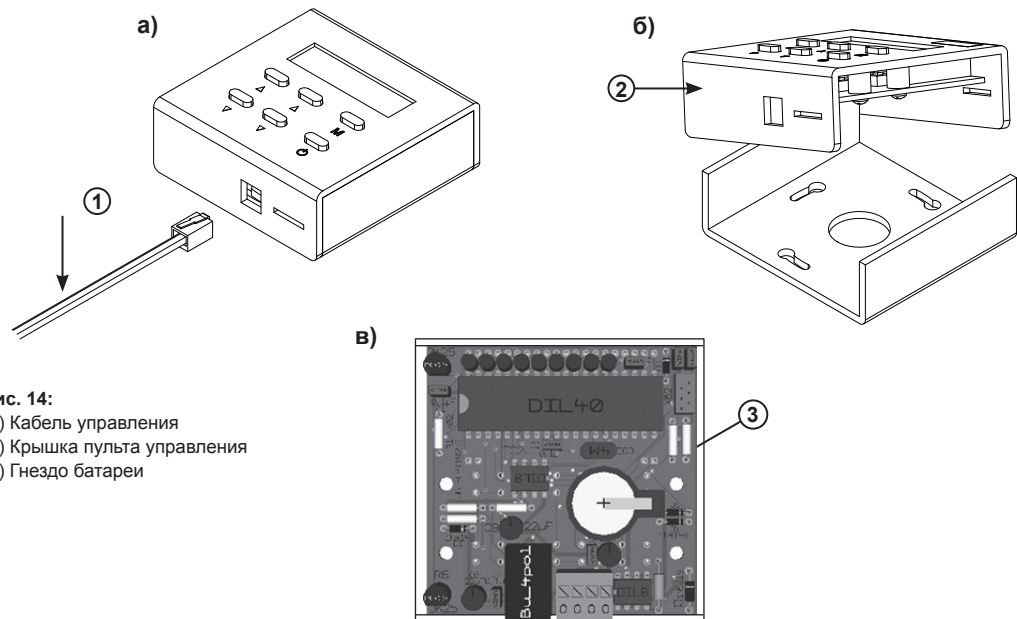

Рис. 14:
- Отсоедините кабель управления (1) от нижнего разъема пульта.
- Снимите крышку (2) пульта управления.
- Гнездо (3) батареи расположено на плате. Удалите батарею и установите новую, как показано на рис. 14 В.